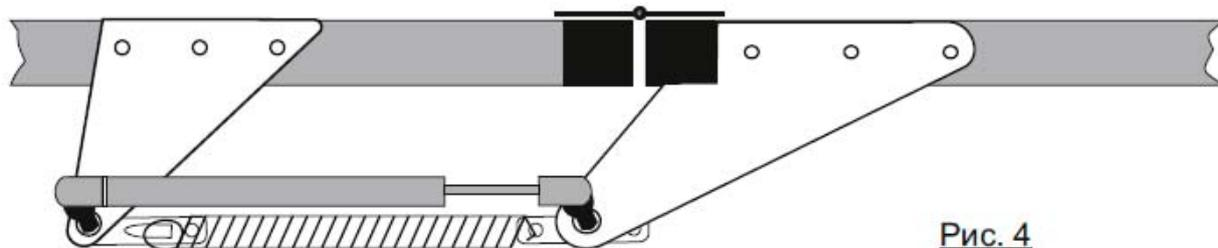

Рис. 4
5. Закрепите на шаровой опоре кронштейна для форточка пластиковый фитинг термопривода. Для этого нажмите на него. Затем ту же операцию сделайте с другим пластиковым фитингом термопривода, защёлкнув его на шаровой опоре кронштейна для термопривода (рис. 4).
6. Зацепите один конец пружины за отверстие пластины, находящейся на кронштейне для форточка, другой — на пластине с зацепом (она находится на кронштейне для термопривода). Смотрите рис. 4.